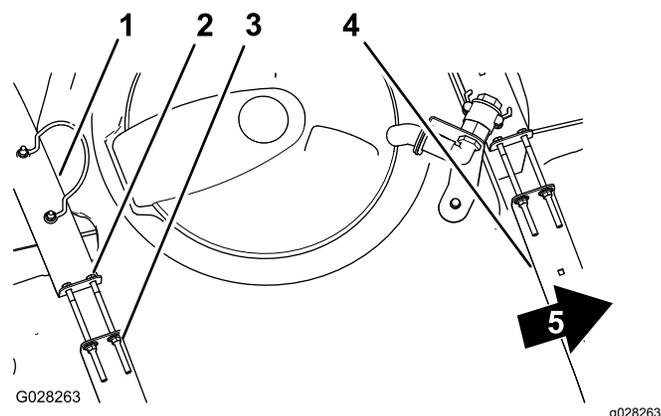

Figure 78
- Assurez-vous qu'il n'y a pas de jeu entre les sangles de la cuve et la cuve (Figure 78).
- Si les sangles de la cuve ne sont pas assez serrées, resserrez les contre-écrous à embase et les boulons en haut des sangles jusqu'à ce que ces dernières soient parfaitement en appui sur la surface de la cuve (Figure 78).